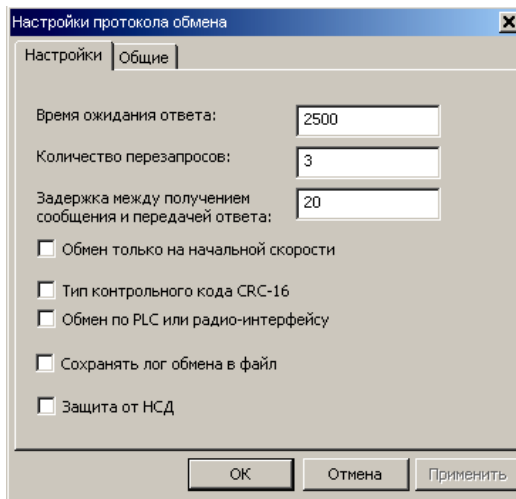

Рисунок 4.6 – Настройки протокола обмена «ГОСТ Р МЭК 61107-2001»
**4.9** Выберите профиль настроек протокола обмена «ГОСТ Р МЭК 61107-2001» и нажмите кнопку «Свойства» на панели задач. В результате откроется окно редактирования настроек протокола обмена (рисунок 4.6).